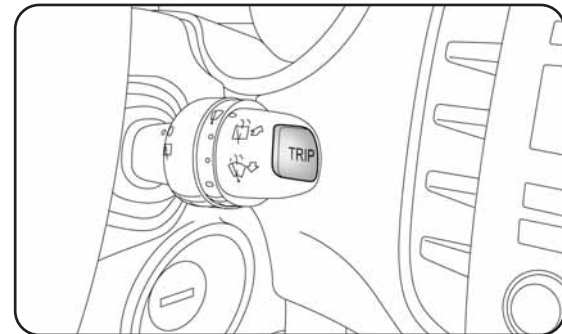

fig. 8
**Bouton TRIP de commande fig. 8**